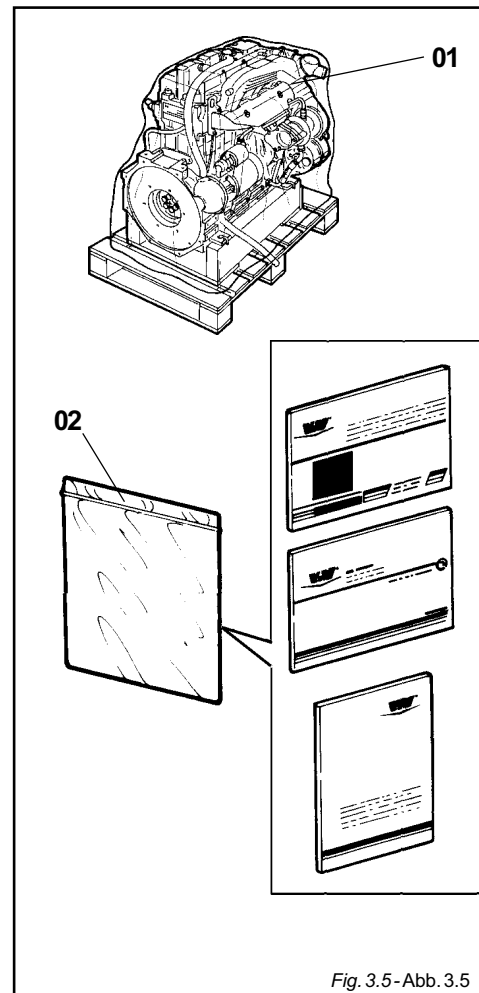

Fig. 3.5-Abb.3.5
3.2.1 Elenco contenuto imballo (Fig. 3.5)
3.2.1 Bordereau d'expédition (fig. 3.5)
3.2.1 Packing list (Fig. 3.5)
3.2.1 Auflistung Verpackungsinhalt (Abb. 3.5)
3.2.1 Lista de lo que contiene el embalaje (Fig. 3.5)